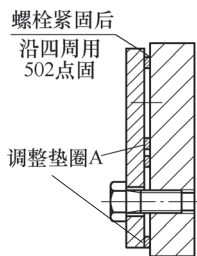

图4 调整垫圈A的装夹方法
(1) 线切割加工 将夹具找正固定在线切割工作台上, 调整垫圈A的装夹方法如图4所示, 用压板螺钉压紧, 用502胶水沿待割垫圈外周点固, 沿厚度